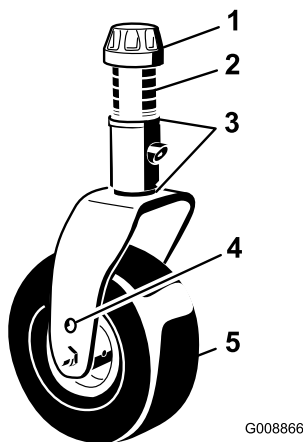

図 29
3. キャスタスピンドルシャフト (図 29) からテンショニングキャップを外し、キャストアームからキャストシャフトを抜き出す。最初についていたように、シャフトにシム (3mm) を 2 枚セットする。適正数のスペーサシャフトにセットして希望の刈高にする。